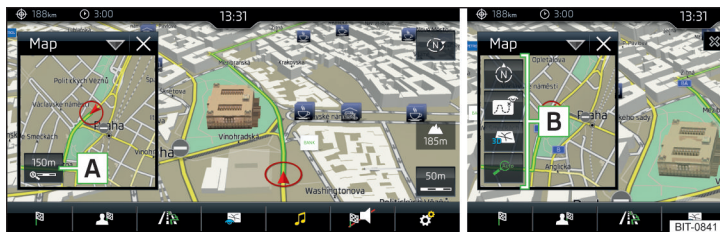

Fig. 223 Mapa en la ventana adicional
► Pulse en la ventana adicional la superficie funcional **A** » fig. 223.